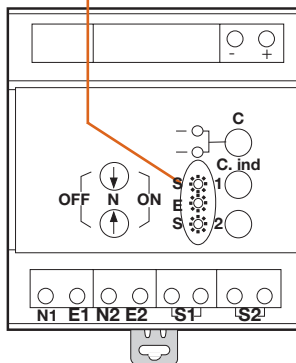

Fig. J19-018: funcionamiento de los pilotos de los módulos.
2. Comprobar que los pilotos de los módulos parpadean con destellos lentos (1 destello por segundo), como indica la fig. J19-018 de la página anterior.